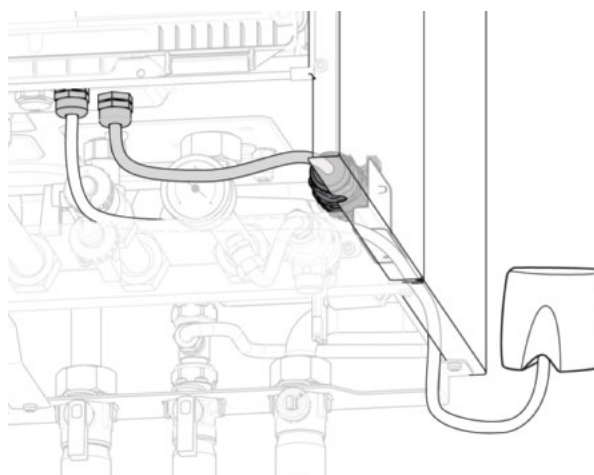

fig. 22 - Kabeldoorvoer LS
- Maak de connector vast aan de zijkant van de ketel (2 schroeven) (fig. 22).